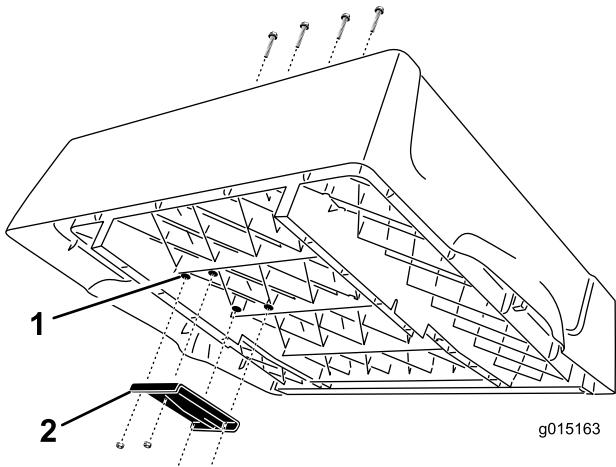

Figura 4
1. Individuate le 4 borchie sul lato destro del sottoscocca (Figura 4). Utilizzando un trapano con una punta da 10 mm, trapanate con cautela le borchie per fare quattro fori attraverso il fondo del cassone.
2. Montate la staffa di sollevamento superiore nel sottoscocca con 4 viti Phillips a testa piatta (3/8 x 2-1/2 pollici) e i dadi di bloccaggio flangiati (Whiz lock) (3/8 pollice). Collocate la staffa come illustrato in Figura 4.